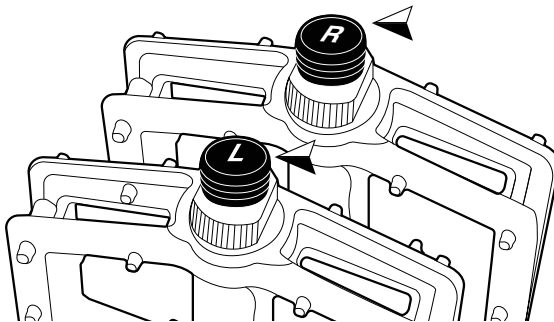

Abb. 13. Markierungen „R“ (rechts) und „L“ (links)
2. Drehen Sie das rechte Pedal („R“-Markierung auf Pedal, siehe *Abb. 13*) im Uhrzeigersinn in den Kurbelarm auf der Antriebsseite (rechte Seite) ein und ziehen Sie es fest.
3. Drehen Sie das linke Pedal („L“-Markierung auf Pedal, siehe *Abb. 13*) gegen den Uhrzeigersinn in den Kurbelarm auf der linken Seite ein und ziehen Sie es fest.